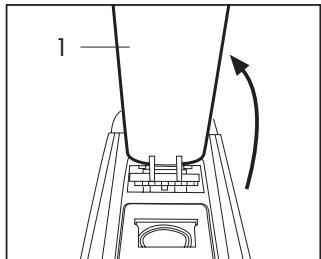
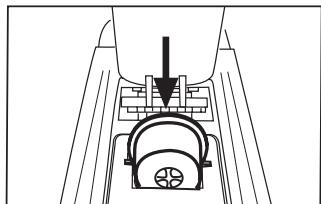

Fig. 8
Fig. 9
- Levantar hacia atrás lentamente (hasta que se pare) la palanca de mando (1) (**Fig. 8**) e introducir una cápsula en el espacio al efecto (**Fig.9**)